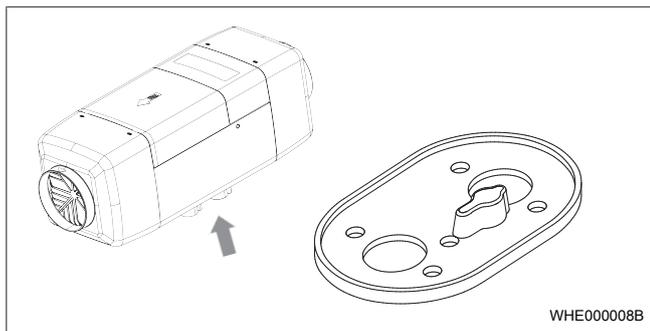

Fig. 4 Stativetning for varmeapparat
- ✓ Bor gjennombrudd ved hjelp av boremalen. Se Fig. 4 og Fig. 29.